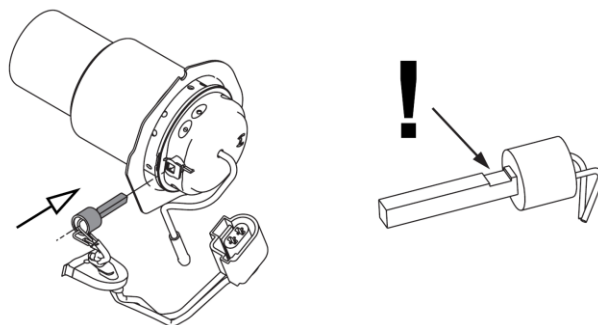

Рис. 910 Установите штифта накала
1. Расположить горизонтально сзади жаровую трубу с испарительной прокладкой (см. рис. 910).